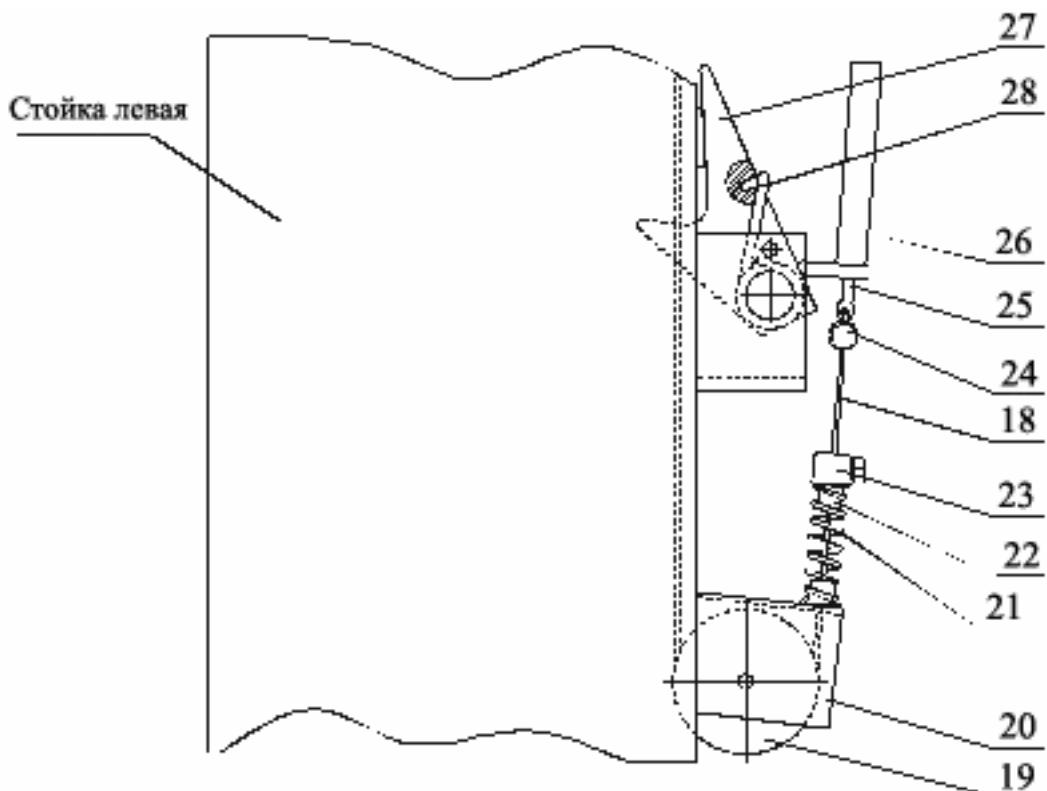

Рисунок 11. Система стопорения кареток
6.7 Установить тросик системы стопорения (рисунок 11). Для этого снять крышку, закрывающую стопор-защелку на левой стойке, отвернув два болта. Тросик 18 системы стопорения, закрепленный на правой стойке (с насосной станцией), протянуть через блоки и направляющие трубы в верхней поперечной балке на стойку левую и вывести через блок 19 и отверстие в кронштейне 20 наружу. На свободный конец тросика надеть пружину 21 со втулками 22, выбрать слабину тросика и затянуть зажим 23.